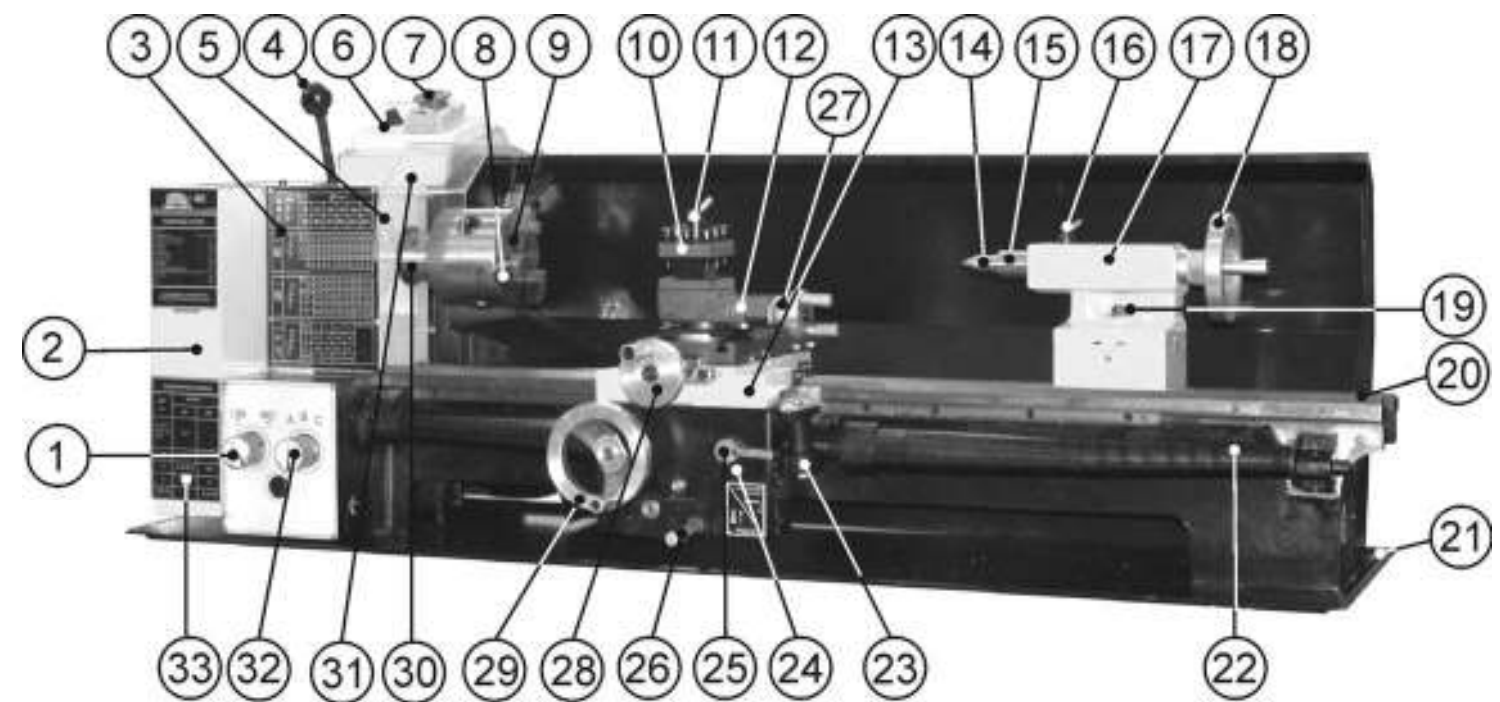

Рис. 2
7.1. Станок состоит из следующих сборочных единиц и деталей (Рис.2)
- 8.4. Установите пластиковую ручку (Ж) с осью ручки (Н), Рис.1, на маховик подачи поперечного суппорта (28), Рис. 2.
- 8.6. В конус пиноли (15) задней бабки (17) установите центр Морзе №2 (14), Рис. 2.
- 8.7. Установите ручку (Д), Рис. 1б, на рычаг натяжения ремня (4), как показано на Рис. 2.